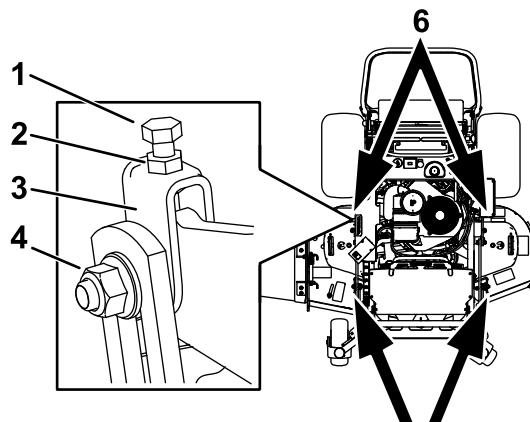

**Figura 89**
- Coloque una cuchilla en posición longitudinal. Mida en las posiciones **A** y **B** desde una superficie nivelada hasta el filo de corte de los extremos de la cuchilla (Figura 89).